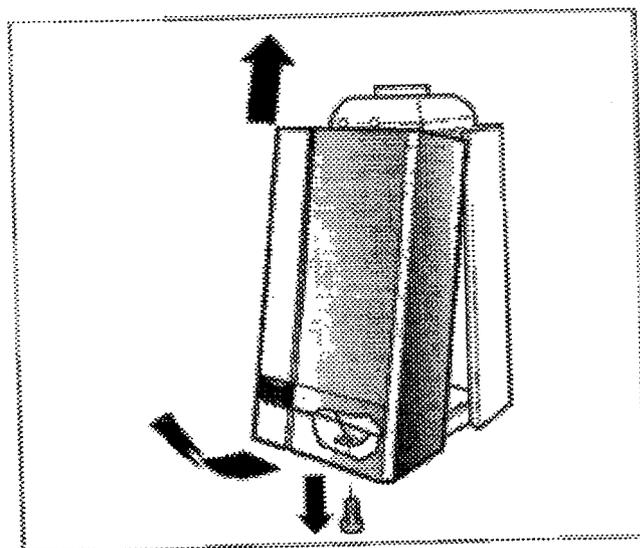

Fig. 4 Apertura mantello
- Svitare la vite di fissaggio (Fig. 4).